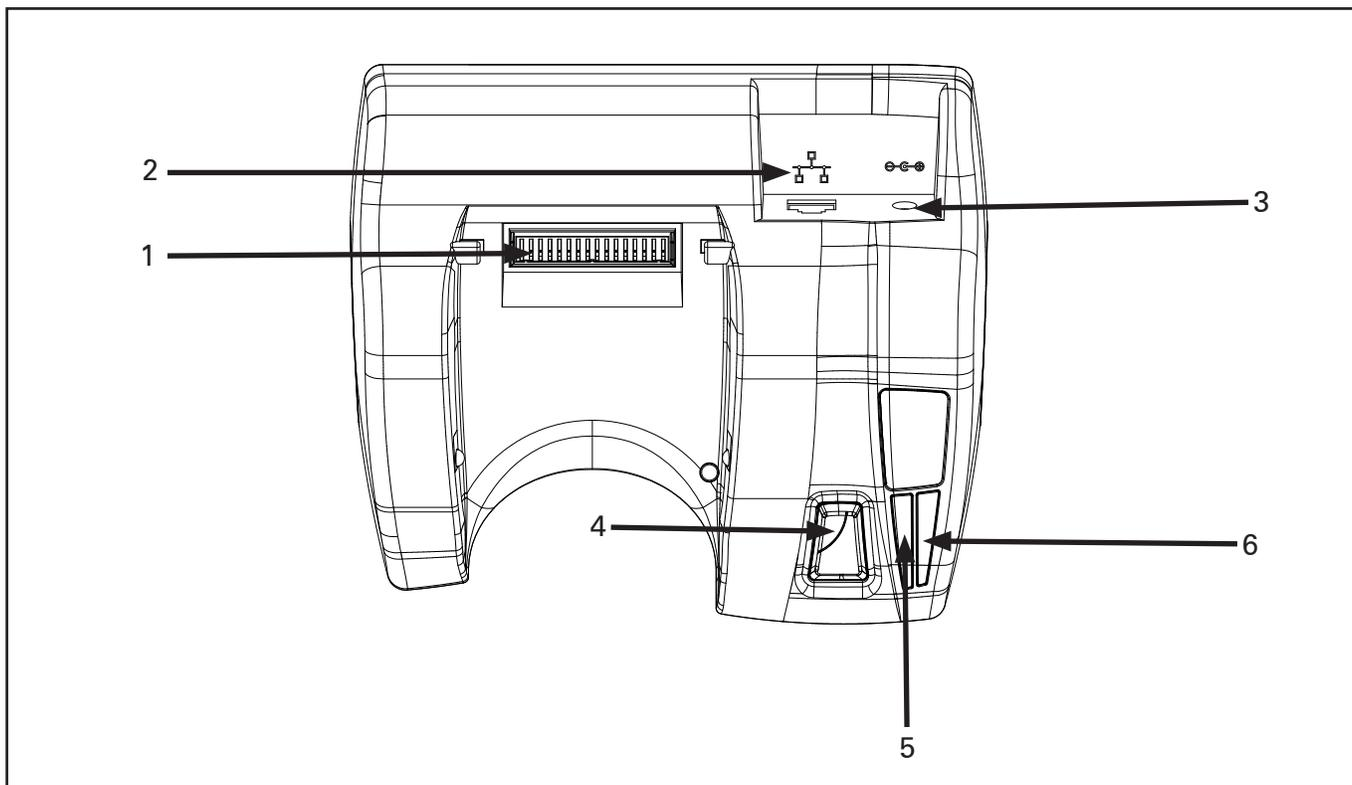

Figura 1: QLnEC
2. Conecte o adaptador de alimentação na traseira da baia (Figura 1, item 3).
3. Conecte o cabo da rede Ethernet na traseira da baia (Figura 1, item 2).